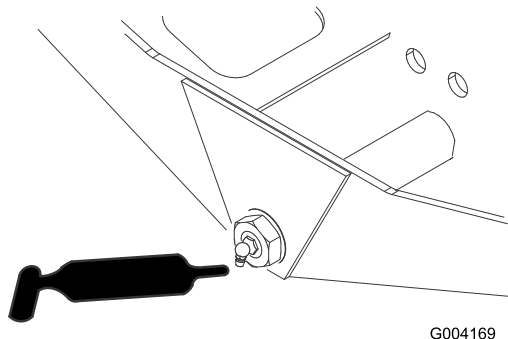

Рисунок 52
- Ось поворота моста (1 шт.) (Рисунок 52)